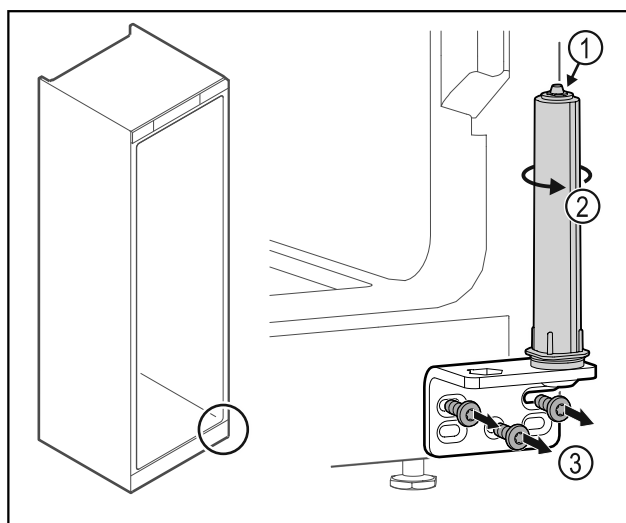

Fig. 38
- Ta inte isär dörrlåssystemet Fig. 38 (1).
- Vrid låssystemet Fig. 38 (2) tills det klickar.
- Skruva av gångjärnsfästet Fig. 38 (3).